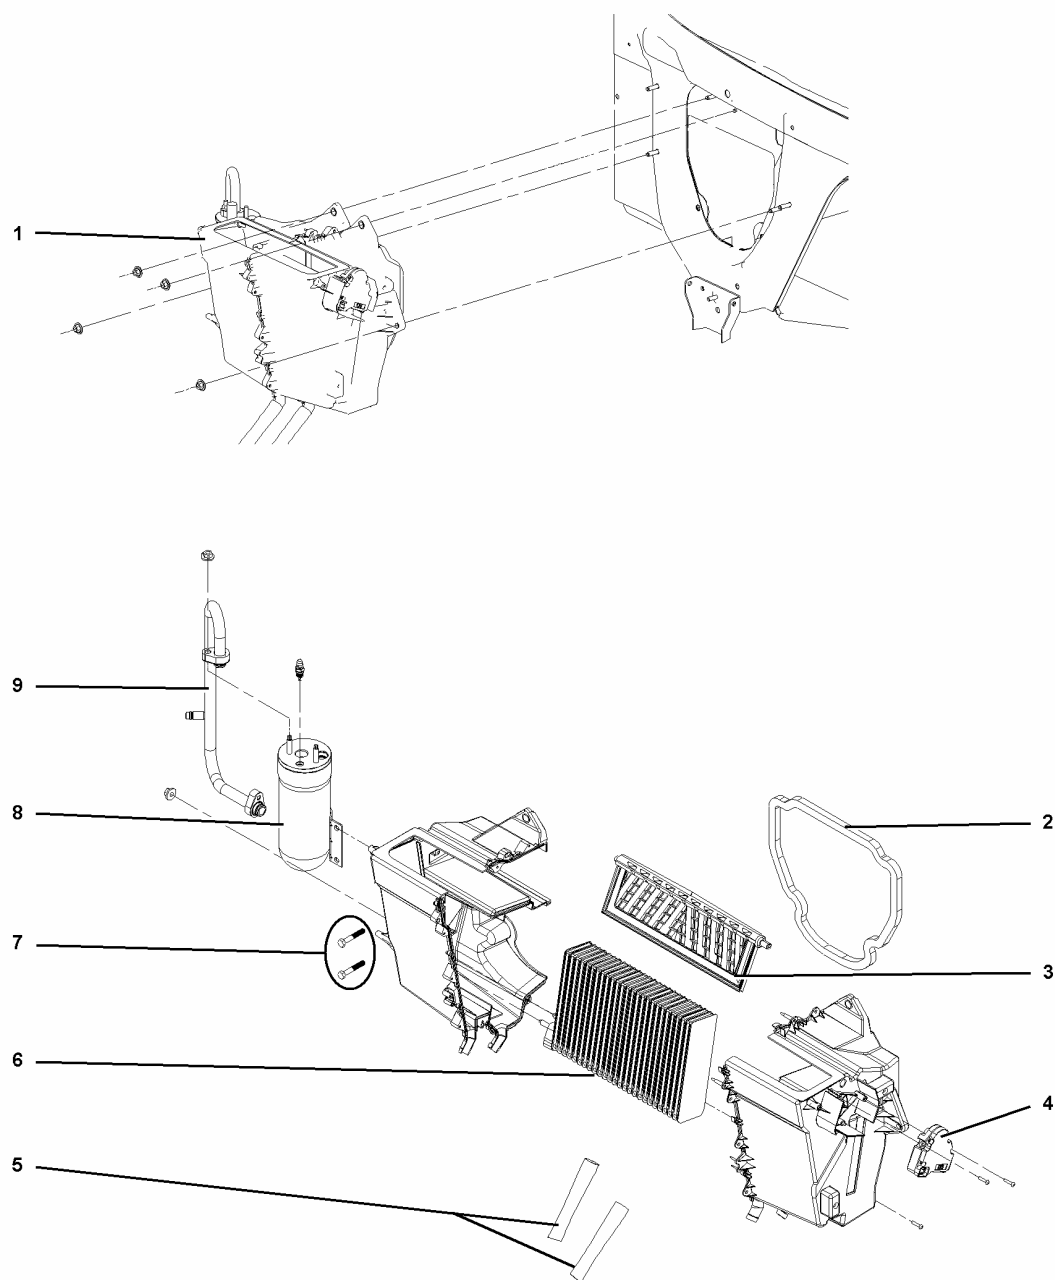

Figura 30 Montaje de la Caja del Evaporador y sus Componentes
NOTA – Refiérase a la figura 30 mientras realiza los siguientes pasos.
13. Retire las cuatro tuercas que aseguran la caja del evaporador (1, Figura 30) a los espárragos de montaje en la cubierta.
NOTA – Refiérase a la Figura 30 mientras realiza los siguientes pasos.
NOTA – Refiérase a la Figura 30 mientras realiza los siguientes procedimientos.